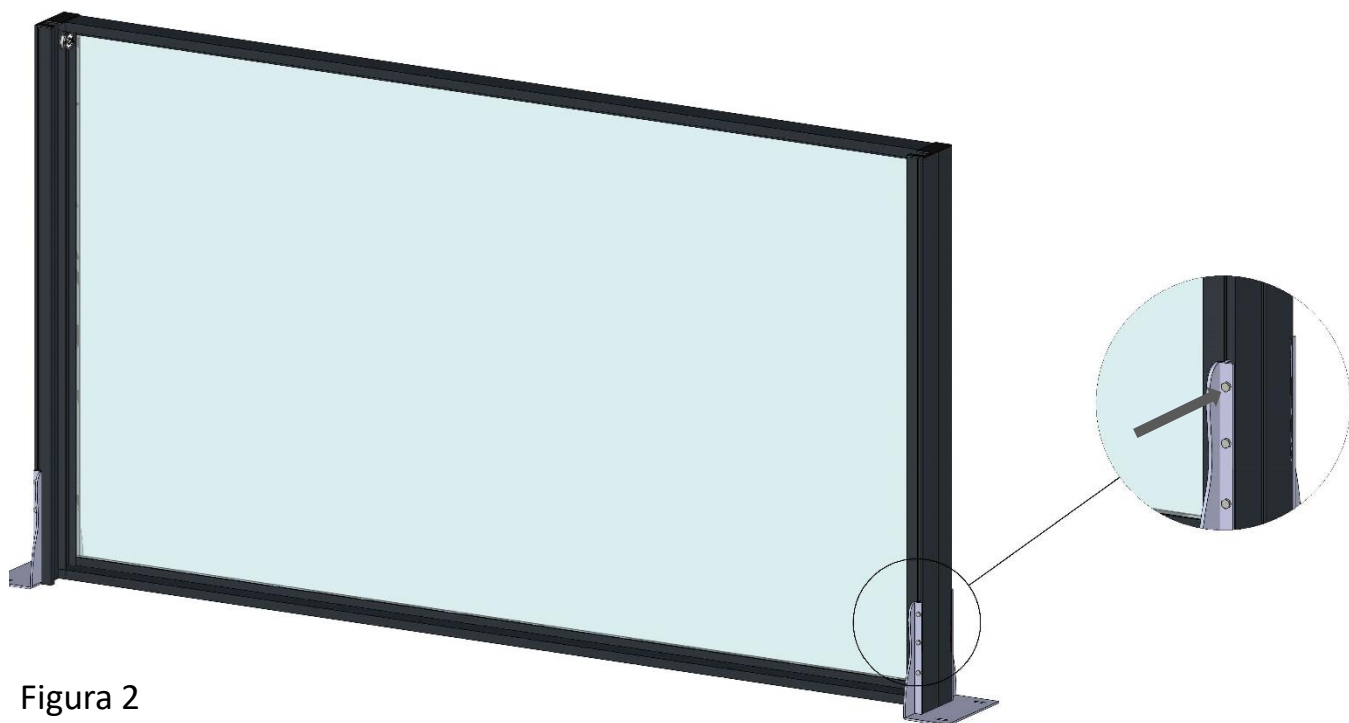

Figura 2
- Apretar los tornillos de las bases para fijar las bases al panel fijo (Figura 2)